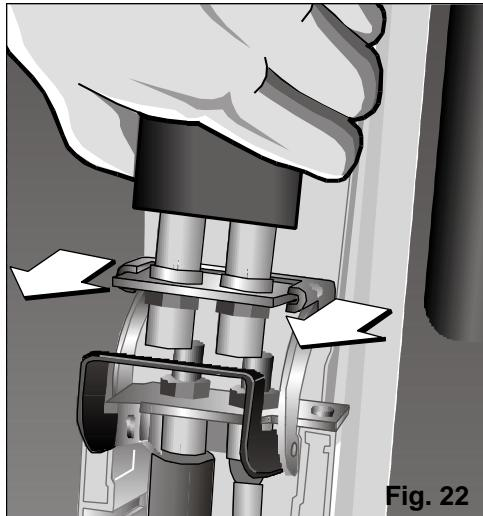

Fig. 22
- Extraer la manguera de sus guías de alojamiento tirando hacia afuera. **Fig. 22**.